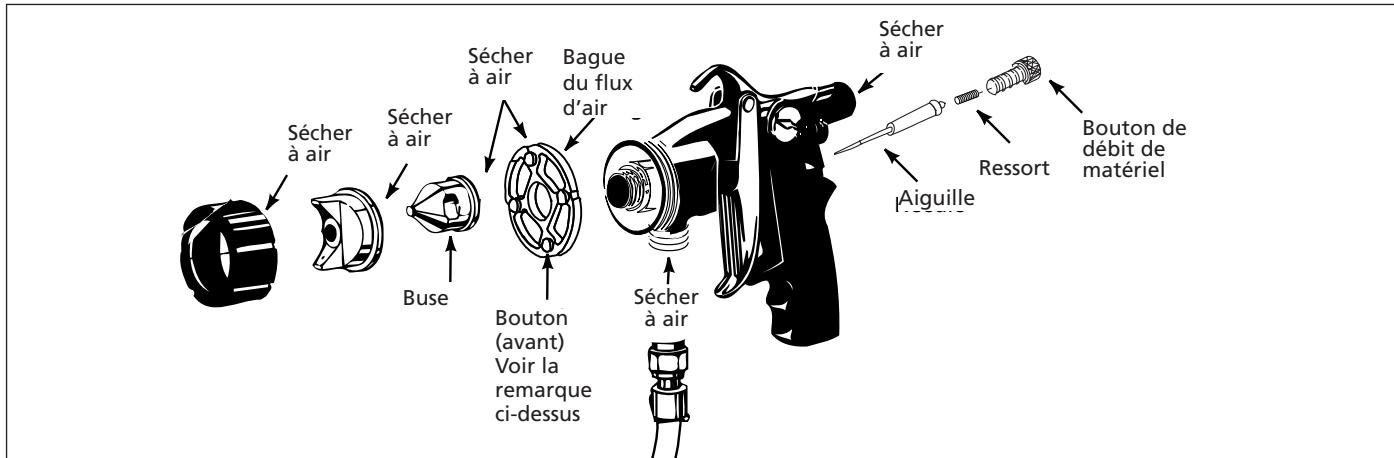

Figure 18 - Pièces pour sécher à air
5. Installer à nouveau, toutes les pièces en ordre inversé du démontage (Voir Figure 18). Toujours installer la buse avant d'installer l'aiguille pour éviter le dommage à l'aiguille.
6. Une fois que le pistolet et toutes les pièces sont complètement nettoyés, utiliser le tuyau de turbine pour faire sécher les pièces et leurs passages avant le remontage. Ceci empêche la contamination du matériel utilisé pendant le prochain usage du modèle et empêche l'oxydation des pièces internes du pistolet (Voir Figure 18).
Les quatre boutons élévés sur la bague de flux d'air doivent être montés face en avant (vers la buse). (Voir Figure 18).